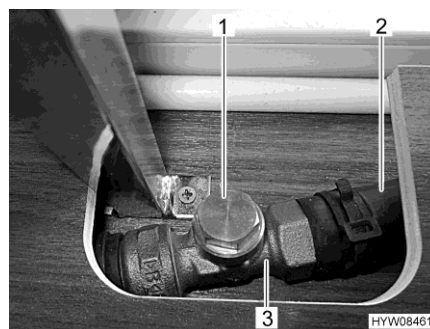

Bild 175 Spjäll (öppet)
- Ta tag i den kringgående ledningen (Bild 175,2) bakom spjället (Bild 175,3). Slangen måste vara ljummen.